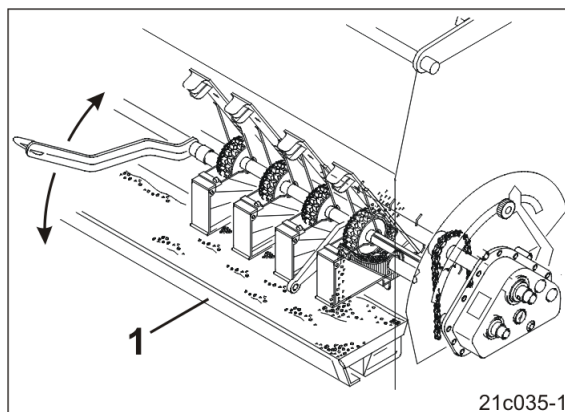

Рис. 222
6. Встановіть лотки для пробного висіву (Рис. 222/1) на панель з лійками, (див. розд. «Встановлення лотків для пробного висіву на панель з лійками», с. 116).